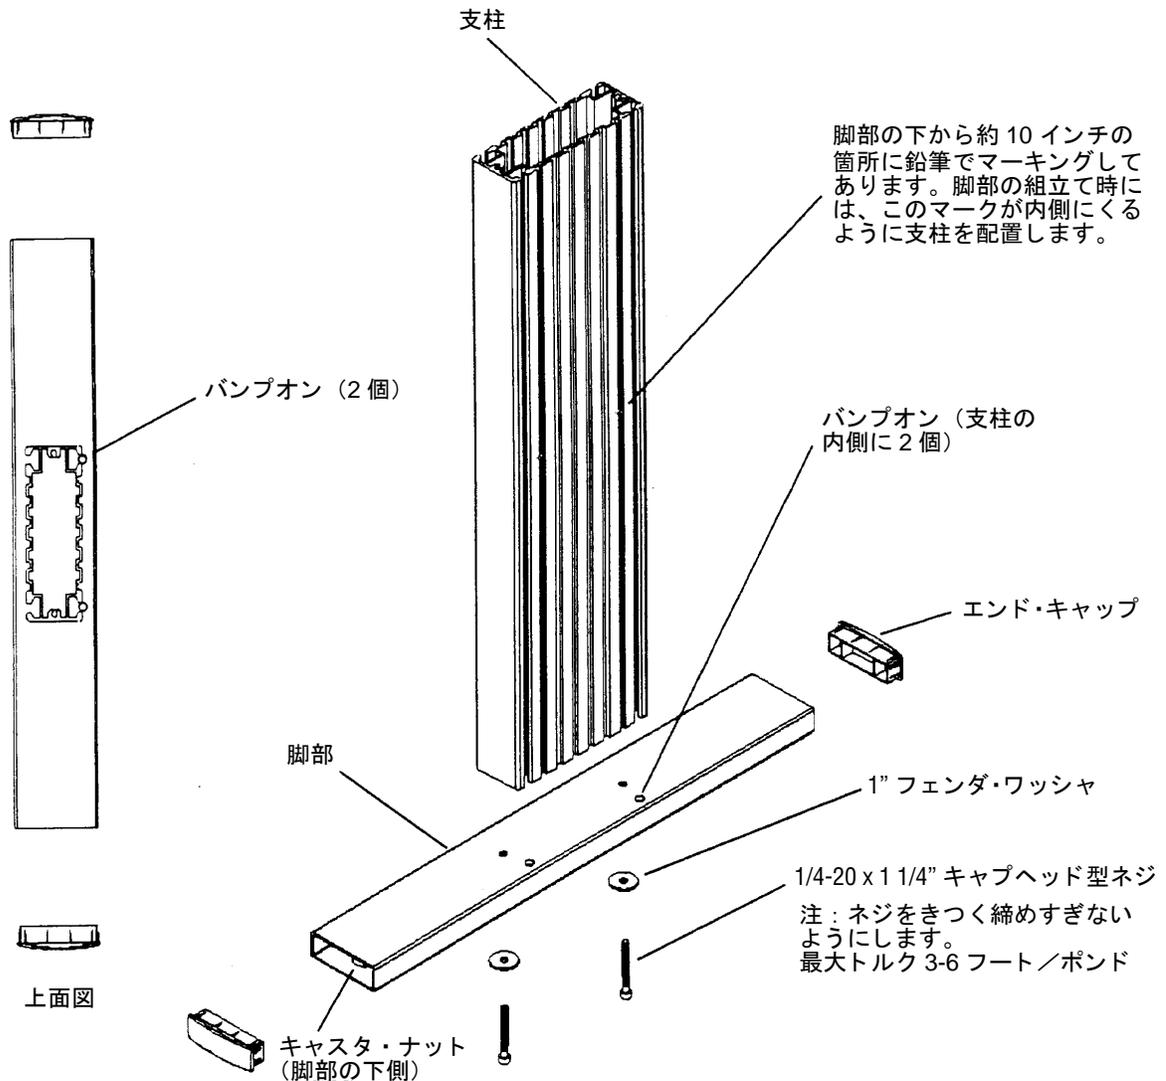

図 4: 脚部アセンブリの組立て
2. 脚部アセンブリの水平バーに小さいプラスチックのボタン（バンプオン）がついていることを確認します。このボタンが台車の内側になります。図 4 に示すように脚部アセンブリを置きます。脚部アセンブリ間のスペースがストラットの長さにはほぼ等しい程度にしておきます。